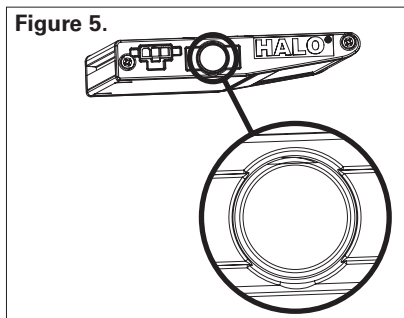

Figure 5.
5. Place a screwdriver on the surface of the knockout, in the center (Figure 5). Hold screwdriver firmly and tap the end of the screwdriver with a hammer to remove the knock out piece.
5. Placez un tournevis sur la surface de la pièce défonçable, au centre (Figure 5). Tenez fermement le tournevis et frappez l'extrémité du tournevis avec un marteau pour retirer la pièce défonçable.